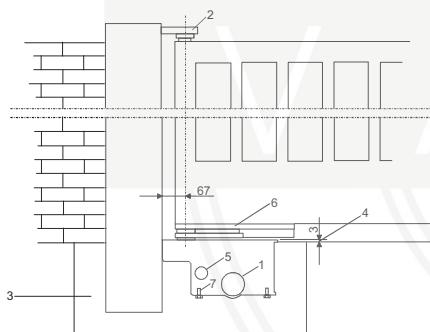

Рисунок 3
**ВНИМАНИЕ! Не допускается проводить сварку рядом с отверстиями с резьбой (рисунок 3, позиция 6).**